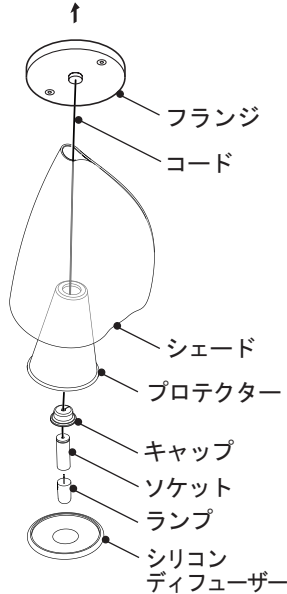

図3
- ・コードが望みの長さになるよう、プロテクションリング(コード保護のための黒いプラスチックの位置)を調整してください。(図3参照)
このスリットの部分は、コード固定ネジが入る穴に対して90度になるように設定してください。(図3参照)
(3 ページの図 3 参照)